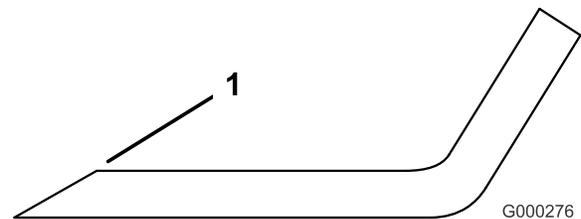

Figura 85
3. Esaminate l'affilatura di tutte le lame e affilate se risultano smussate o scheggiate (Figura 85).
Nota: Affilate soltanto la parte superiore del tagliente e mantenete l'angolo di taglio originale per garantire l'affilatura (Figura 85). La lama rimane bilanciata soltanto se viene rimossa una quantità uguale di metallo da entrambi i taglienti.